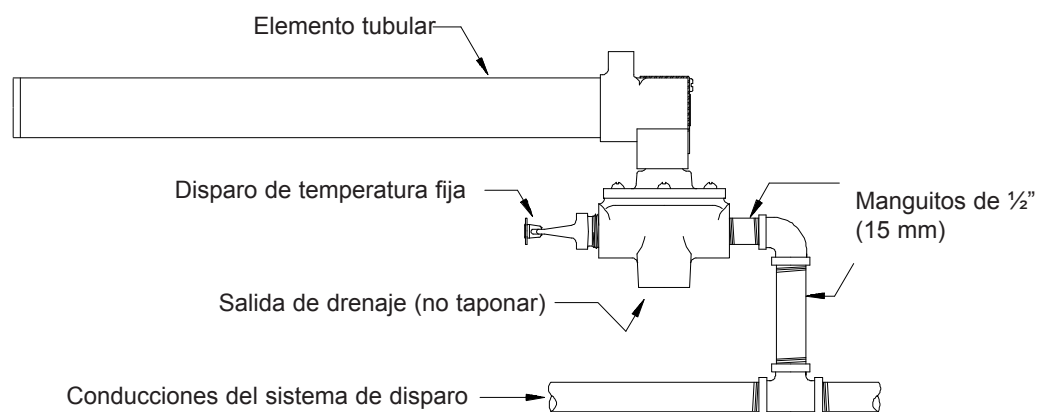

Figura 1
5. Salvo que se especifique otra cosa en las fichas técnicas, la línea de disparo será de tubo de $\frac{1}{2}$ " de acero galvanizado o cobre. Antes de instalarla, debe limpiarse su interior y eliminar las sustancias extrañas. Utilice manguitos de $\frac{1}{2}$ " (15 mm) para conectar cada disparo termostático a la línea de disparo tal como se muestra en la Figura 1.